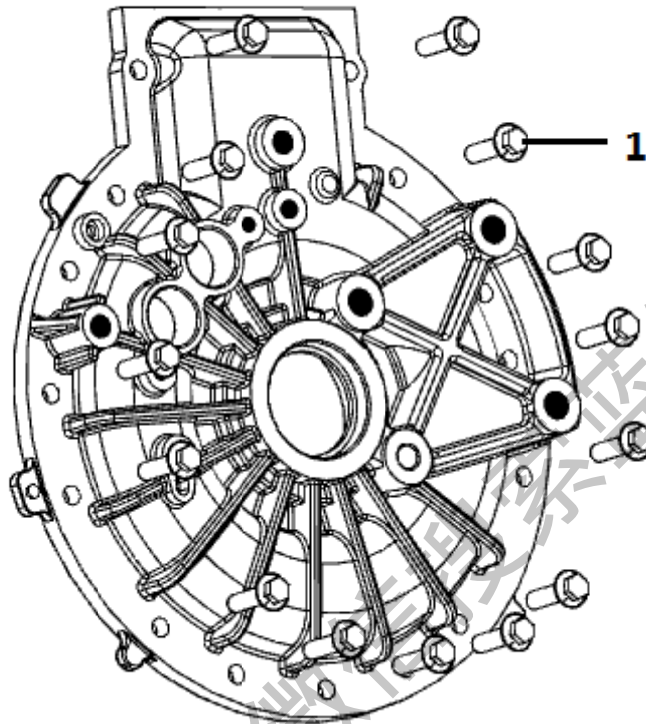

图5
①用扳手将法兰面螺栓扭下。
②用专用工具将端盖从壳体上取下来。由于之前装端盖时在接合面处涂抹了密封胶，在端盖拆下后要对电机内部进行清洁，不得让异物掉入电机内部。
③对电机内部进行维修完毕后，要对端盖进行安装。安装端盖时：先在箱体接合面处涂抹上密封胶，利用定位销对端盖与箱体进行定位，然后用扭力扳手将M8*20法兰面螺栓（1）扭紧，力矩25N。（见图5）